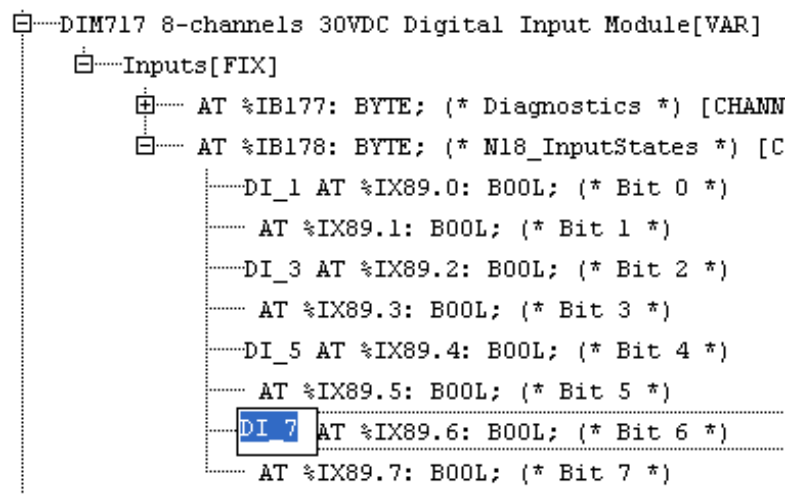

Рис. 12. Созданные символьные имена для каналов модуля DIM717 (переменные DI\_1, DI\_3, DI\_5, DI\_7)
1.5.4. Последовательно переходя на 3-ий, 5-ый и 7-ой биты, создать на входных каналах соответствующие символьные имена **DI\_3**, **DI\_5**, **DI\_7** (рис. 12).